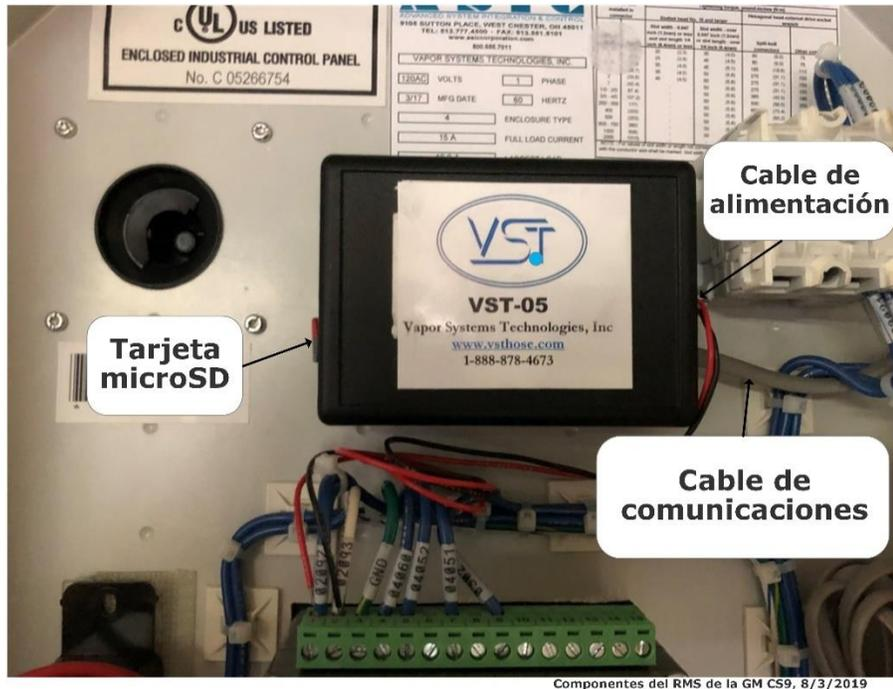

Figura 9-11: Componentes del RMS
6. Extraiga la tarjeta microSD del RMS y guárdela para volverla a utilizar. **Vea la figura 9-11.**
1. Inserte la tarjeta microSD en el RMS nuevo. **Vea la figura 9-11.**
5. Llame a VST al (937) 704-9333 para activar el RMS nuevo.
8. Mueva el interruptor de alimentación a la posición de encendido (ON).